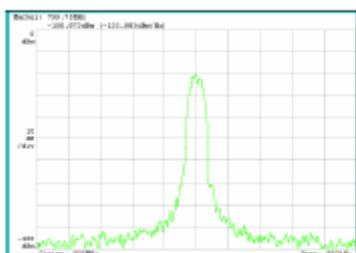

图 2-73 单次显示
- 4 . 按压 Show Views 侧面键选择 Single 如图 2-73 所示。